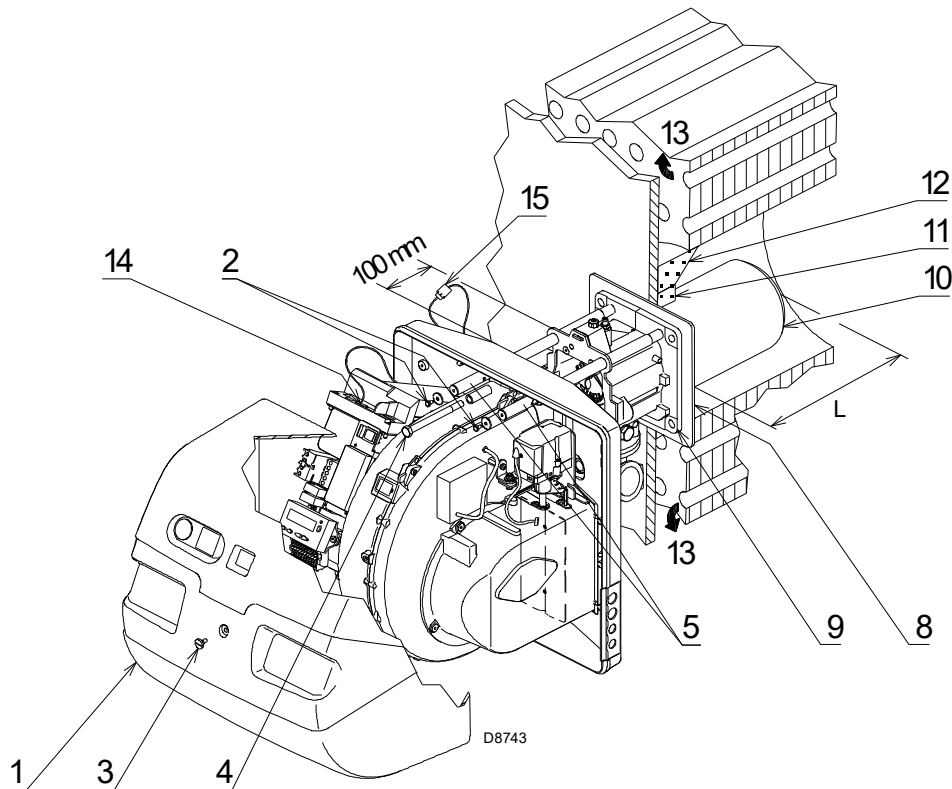
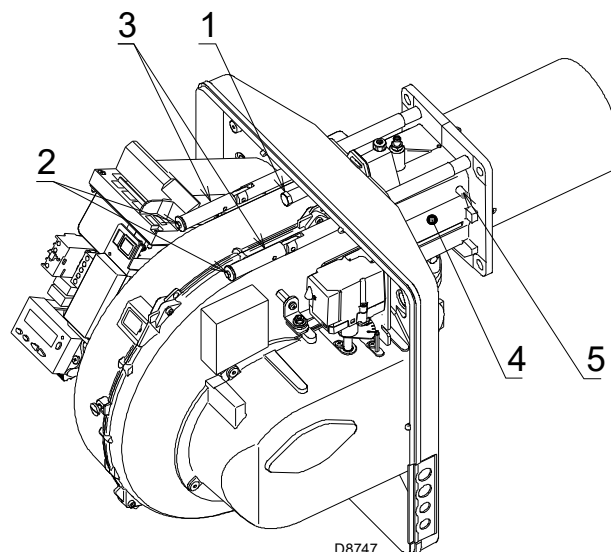

Abb. 16
Abb. 19
Stellen Sie bei Kesseln mit vorderem Rauchlauf 13)(Abb. 16 auf Seite 22) eine Schutzvorrichtung aus hitzebeständigem Material 11) zwischen dem als Hitzeschutz zwischen Kessel 12) und Flammrohr 10) aus.
Trennen Sie die Flammkopf vom übrigen Brenner, wie in Abb. 16; und wie folgt fortfahren:
An dieser Stelle der Installation ist der Flammkopf am Heizkessel wie in Abb. 16 befestigt.
- den Brenner auf den Führungen 3)(Abb. 19) etwa 100 mm von Muffe 4) - Brenner in der in Abb. 16 auf Seite 22 gezeigten Position montieren;
- das Kabel des Fühlers und der Elektrode einführen sowie den Brenner bis zur in Abb. 19 gezeigten Position schieben;
- den Stecker des Stellmotors 14)(Abb. 16 auf Seite 22) anschließen und die Kabeldurchführung 15) anschrauben;